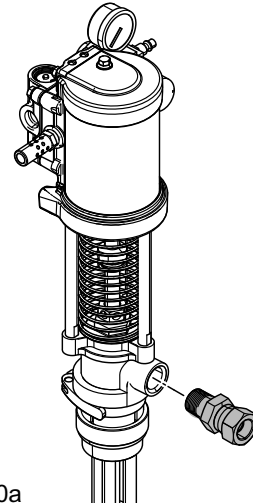

FIG. 7
3. Applicera gängtätning på hangärgan på utloppet (levereras inte) och sätt den i utloppsporten. Se FIG. 7.